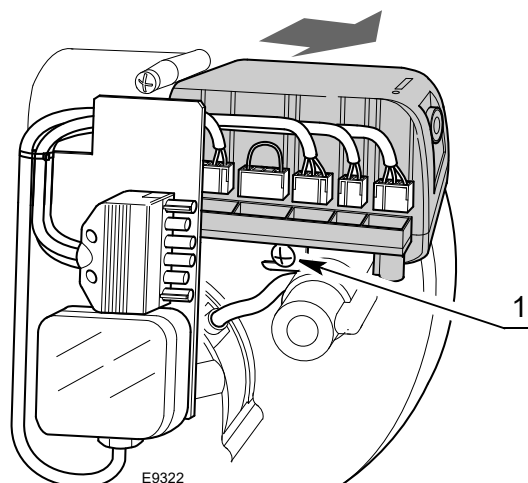

Fig. 14
- desconectar todos los conectores conectados a ella, el conector macho de 6 contactos, los cables de alta tensión y el cable de tierra (TB);
- desenroscar el tornillo 1)(Fig. 14) y tirar de la caja de control en el sentido de la flecha.
- enroscar el tornillo 1)(Fig. 14) con una par de torsión de $1 \div 1,2$ Nm;